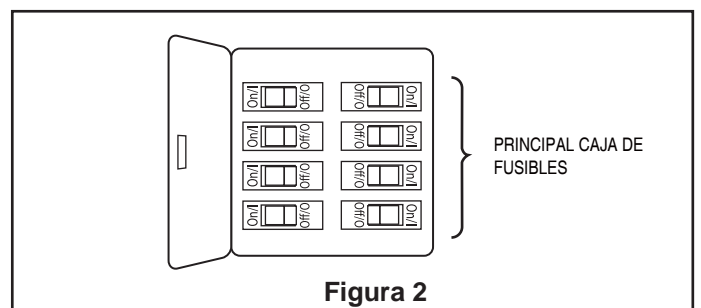

Figura 2
- 2. Restaure la fuente de alimentación de la toma de corriente enciendi la electricidad del fusible principal. (Figura 2)